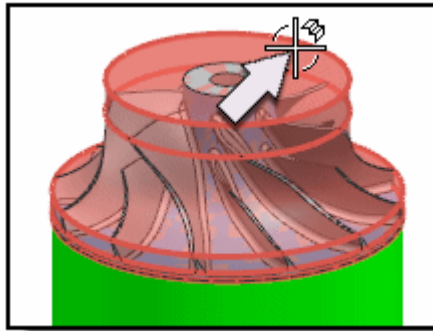

Рисунок 3.7 – Выбор геометрии заготовки
- Выберите геометрию заготовки (см. рисунок 3.7).